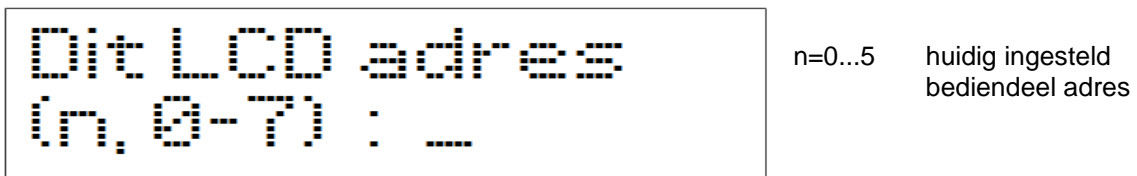

Fig. 26. Programmering LCD bediendeel adres.
3. Druk opeenvolgend op de    toetsen. De BED.DL ADRES. functie te starten). Informatie over het huidig ingestelde adres wordt op het LCD bediendeel getoond zie Fig. 26,